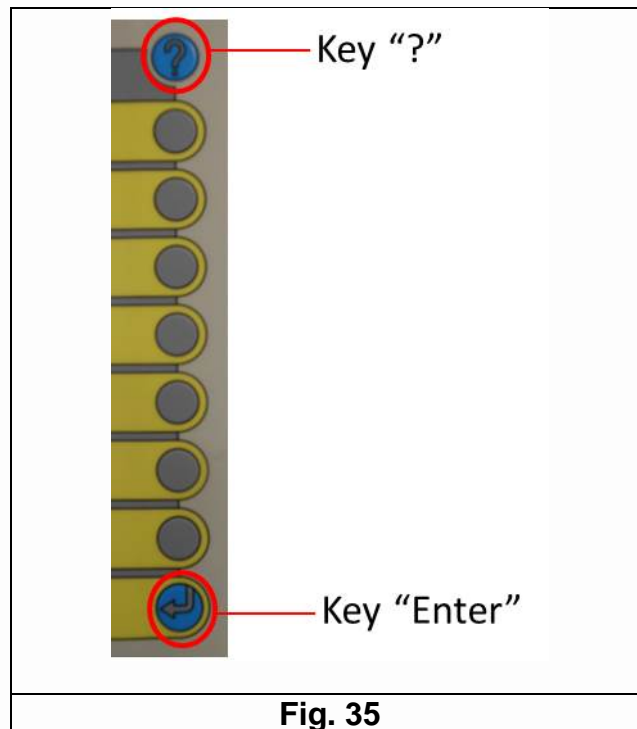

Fig. 35
39. Lorsque les caractères “****” s'affichent à l'écran, saisissez le mode de configuration technique en utilisant la combinaison de touches suivante : “?-Entrée” (Fig. 35).